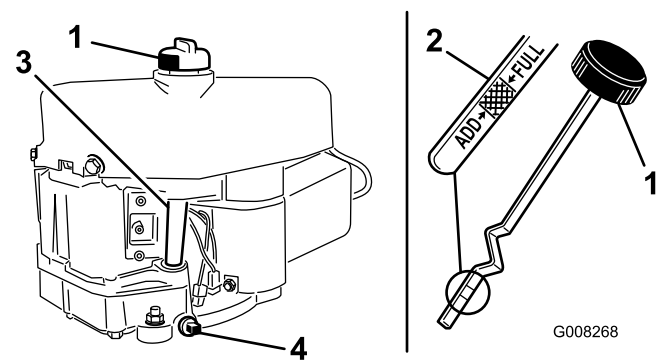

図 24
7. 給油口からゴミが入ってエンジンを傷つけないように、ディップスティック 図 24の周囲をウェスできれいに拭く。
8. ディップスティックを抜き、先端の金属部分 図 24をウェスで拭く。
9. ディップスティックを補給管の中に最後までねじ込む 図 24。
9. ドレンプラグを外してオイルを抜き、廃油を容器で回収する 図 24。
11. ディップスティックの周りをきれいに拭き、キャップを外す 図 24。
12. 補給管 図 24から、必要量の80% 程度をゆっくり入れる。